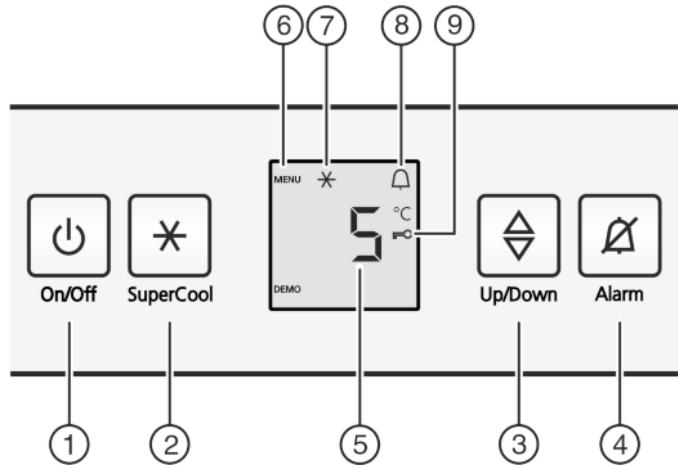

Fig. 2
- Нажать кнопку On/Off Fig. 2 (1).
- Нажмите кнопку «SuperCool» Fig. 2 (2) и удерживайте ее прим. 5 секунд.
- На индикаторе будет отображаться символ «Меню» Fig. 2 (6).
- Для подтверждения нажать и отпустить кнопку «SuperCool» Fig. 2 (2).
- На индикаторе горит символ «Защита от детей» Fig. 2 (9).
- Нажать и отпустить кнопку «On/Off» Fig. 2 (1).
- Нажмите кнопку Alarm Fig. 2 (4).
- Активация модуля регулировки температуры: нажмите кнопку настройки Fig. 2 (3).
- Температуру меняйте ступенями по 1 °C: нажмайтe кнопку настройки Fig. 2 (3) до тех пор, пока на индикаторе температуры не будет высвеченa требуемая температура.
- Коротко нажмите кнопку SuperCool Fig. 2 (2).
- На индикации горит символ SuperCool Fig. 2 (7).
- Символ SuperCool Fig. 2 (7) на индикации гаснет.